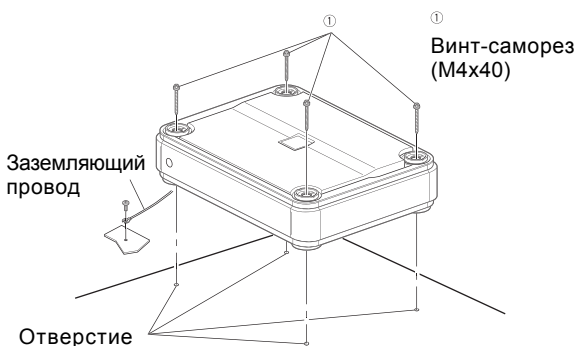

Рис. 2
- Закрепите аппарат с помощью 4-х прилагаемых винтов-саморезов (М 4 x 40) (см. рис. 2).